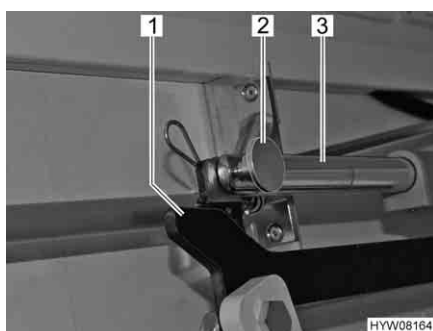

Fig. 60 Azionamento
- Rimuovere il collegamento (p. es. copiglia e bullone) (Fig. 60,2) tra la biella (Fig. 60,3) e la leva (Fig. 60,1).